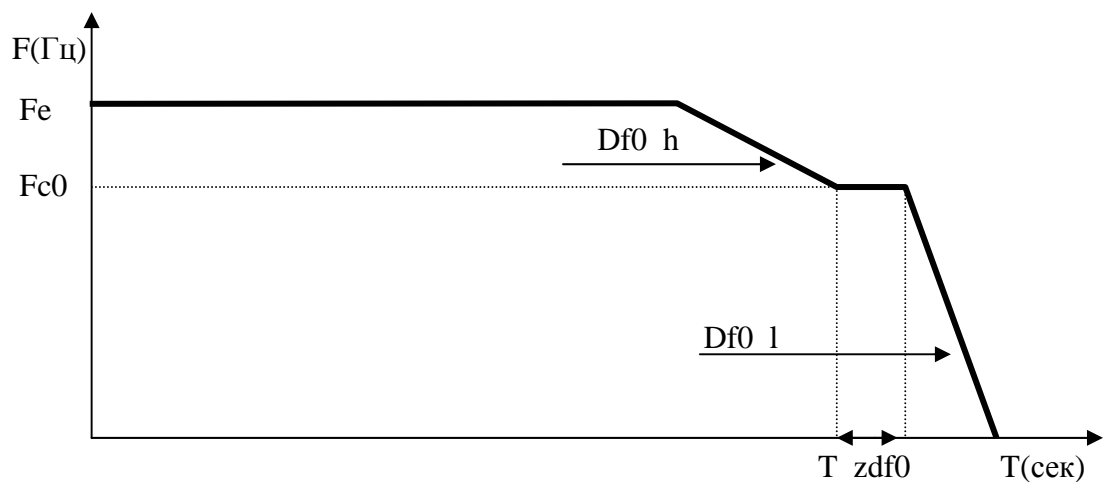

Рис. 6. Диаграмма работы БУАД-7-10 при выключении направления
3.9.4.1. Если направление вращения снято ($ОД, ЗД = 0, 0$), выходная частота *Устройства* начинает уменьшаться (**рис. 6**).